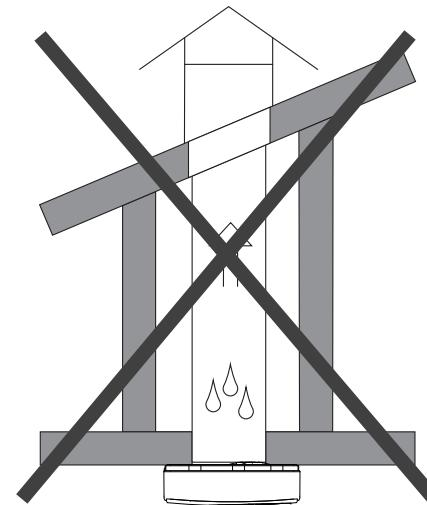

Fig. 3
- Ved vertikalt avtrekk skal det være avgrensing mot viften, Fig. 2. Direkte vertikalt avtrekk er ikke tillatt, Fig. 3.